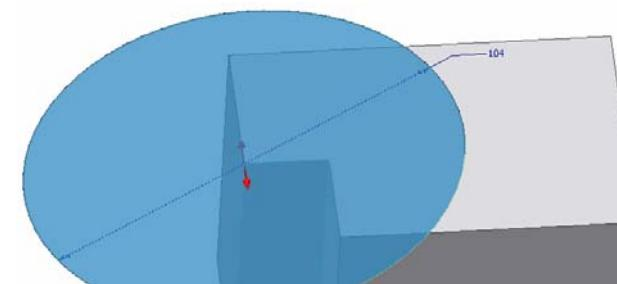

Figura 2.5.14.
- din lista **Extents** se selectează opțiunea **All** (extrudare pe întregul model), figura 2.5.14, conturul de extrudare fiind automat preselectat la lansarea comenzi, prin afișarea acestuia într-o culoare specifică selecției;
- din cele trei icoane direcționale, se va selecta icoana cu efectul aplicării extrudării în ambele direcții perpendiculare pe față selectată pentru schițarea cercului, efect previzualizat prin cele două săgeți atașate acestuia, figura 2.5.14.